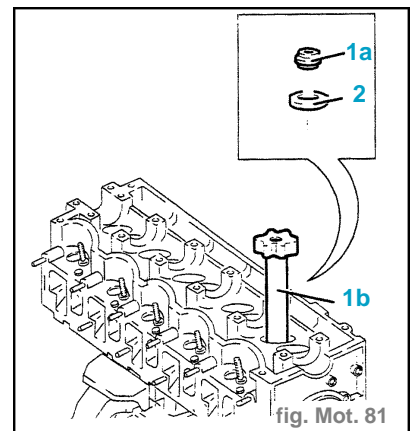

fig. Mot. 81
- Déposer le pare-huile guide de soupape (1a) avec l'outil (1b) 1.821.208.000. (fig. Mot. 81)
- Déposer le plateau inférieur (2).